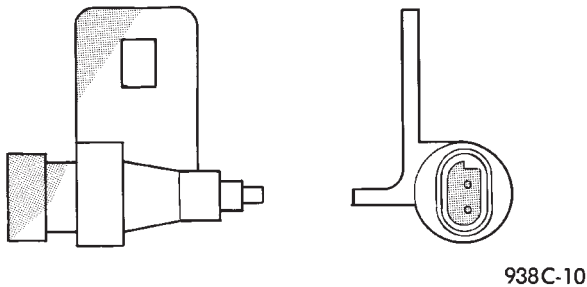

Abb. 6 Außentemperaturfühler
- (2) Fahrzeug anheben und sicher abstützen.
- (3) Die Schrauben auf der Rückseite der vorderen Stoßfängerverkleidung lösen, mit denen der Außentemperaturfühler am Kühlerabschlußblech befestigt ist (Abb. 6).